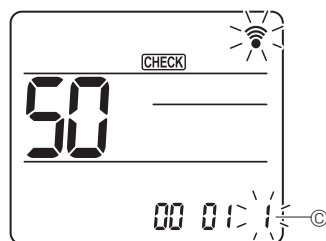

Fig. 6-17
④ Параметр нөмірін таңдау
Параметр нөмірін (C) өзгерту үшін [DOWN] түймесін басыңыз. (Fig. 6-17)